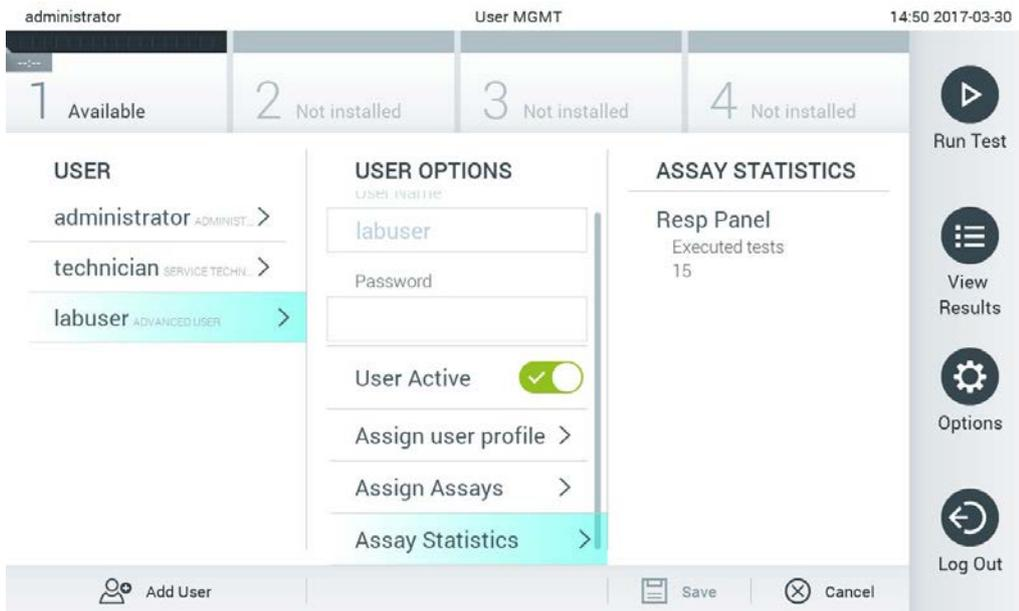

Figura 62. Visualización de estadísticas de ensayos.
- Assay Statistics (Estadísticas de ensayos): muestra el número de veces que el usuario seleccionado realizó un ensayo (figura 62).